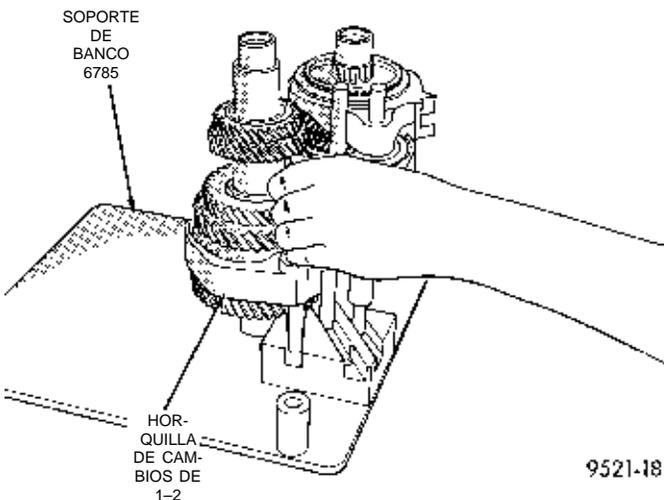

Fig. 55 Desmontaje de horquilla de cambios de 1-2
(20) Retire la horquilla de cambios de 1-2 del eje de transmisión (Fig. 55).